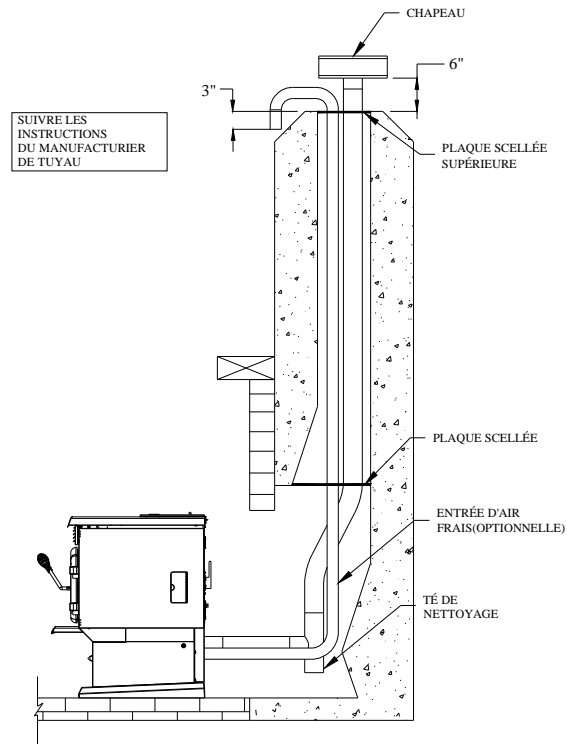

Figure 12
3. Installez une plaque isolante à l'intérieur de la cheminée. (voir figure 12).